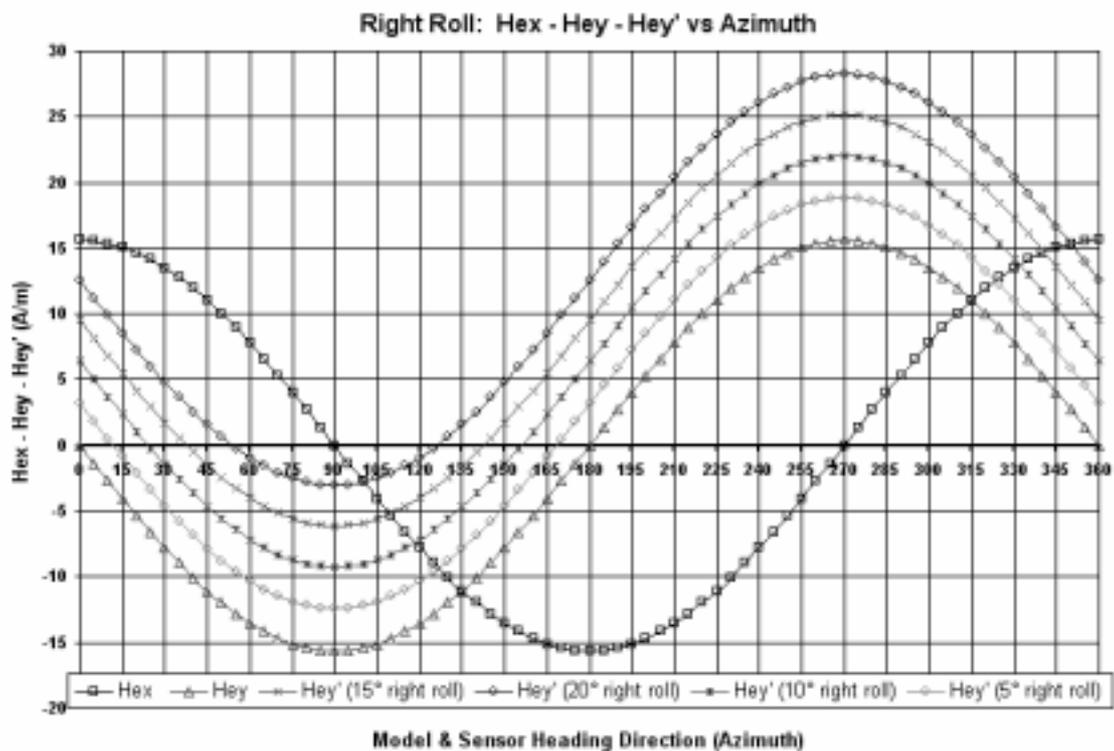

Fig. 10
Deshalb: $He_{y'} = He_y + He \cdot \sin \delta \cdot \sin \tau$ (3) (siehe Fig. 10 für einen Kippwinkel von $5^\circ, 10^\circ, 15^\circ, 20^\circ$).